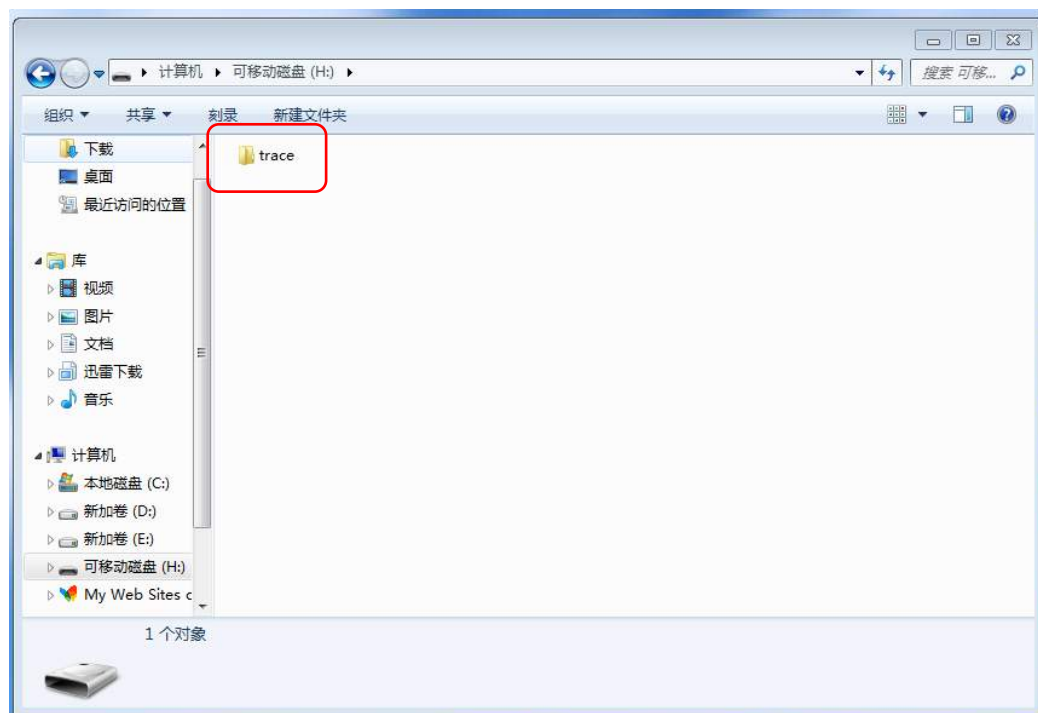

图 4-8
- 4 双击“可移动磁盘”，出现图 4-8 “Trace” 文件夹；